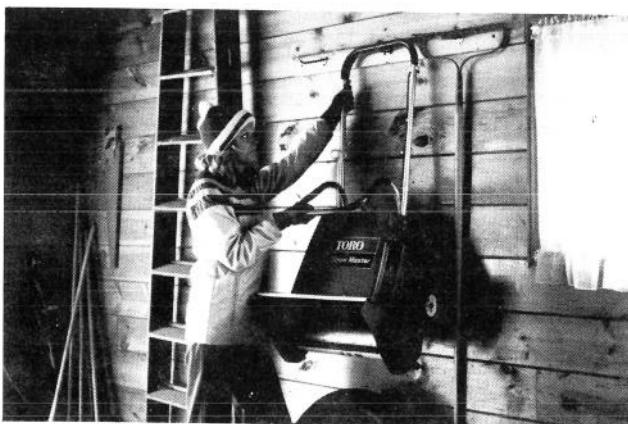

Figure 11
8. Replacez les ailettes à la verticale pour l'entreposage de la déneigeuse. Suspendez la déneigeuse par le mancheron supérieur pour un rangement pratique (Figure 11).